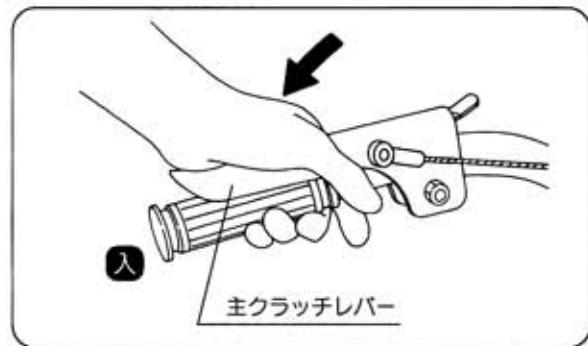

図15
- 左手で主クラッチレバーをゆっくり握るとクラッチが入ります。(図15)